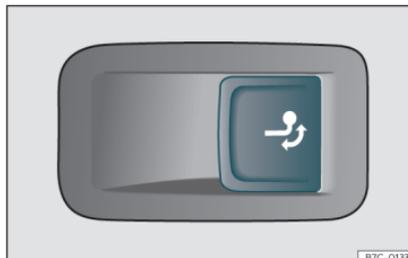

Fig. 195 Sul lato destro del bagagliaio: tasto per sbloccare il gancio del rimorchio.
- Premere brevemente il tasto » » » fig. 195 . Il gancio di traino si sblocca elettricamente e si gira automaticamente verso l'esterno. La spia di controllo del tasto lampeggia.
- Premere brevemente il tasto » » » fig. 195 . Il gancio di traino si sblocca elettricamente.
- Se la spia di controllo del tasto»» fig. 195 → lampeggia, significa che il gancio di traino non si è fissato correttamente o che è danneggiato »» ⚠.
- Se la spia di controllo»» fig. 195 → rimane accesa con il portellone posteriore aperto, significa che il gancio di traino è fissato correttamente sia quando viene estratto sia quando viene nascosto.
- Non premere mai il tasto»» fig. 195 quando un rimorchio è agganciato o un portapacchi o un altro accessorio è montato sul gancio di traino.